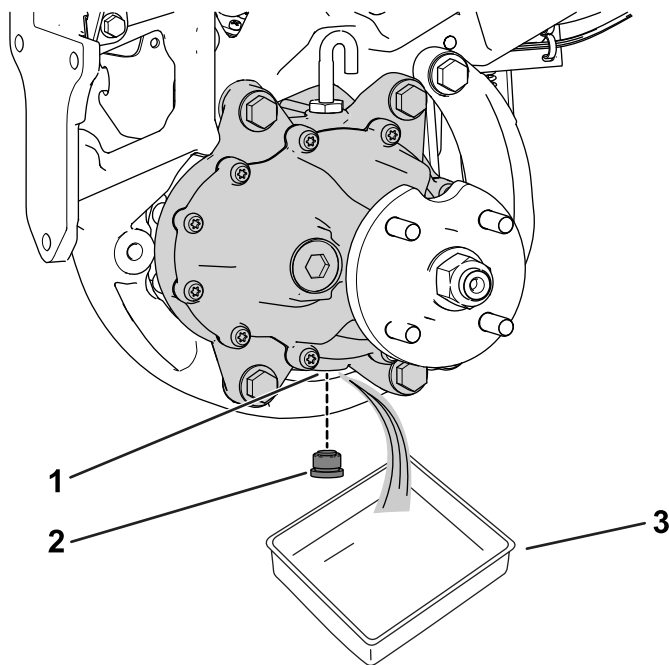

Figura 58
3. Punei o tavă de golire sub ansamblul motorului roii (Figura 58).
4. Scoateți buonul din orificiul de golire (Figura 58).
6. Introduceți buonul în orificiul de golire (Figura 58).